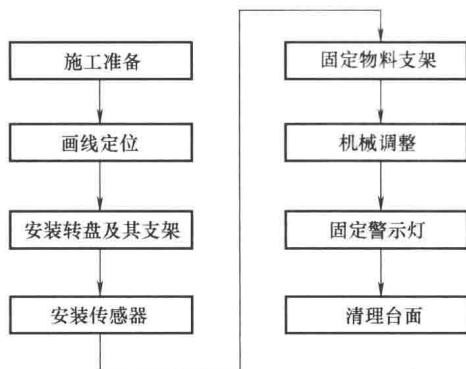

图 1-9 机械装配流程图
4) 根据装配示意图 1-5 和送料机构示意图 1-3 合理确定设备组装顺序，参考流程见图 1-9 所示。
(2) 机械装配步骤 根据机械装配流程图 1-9 组装送料机构。